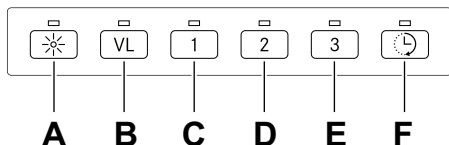

Fig. 9
1. Åpne programmering: Hold inne knappene A og B i tre sekunder til begge blinker tre ganger, se Fig. 9. Programmeringsmodus er da aktiv i 30 sekunder.
3. Lagre programmering: Hold inne knappene A og B i tre sekunder, se Fig. 9. Knapp A og B blinker to ganger for å bekrefte at programmeringen er lagret.